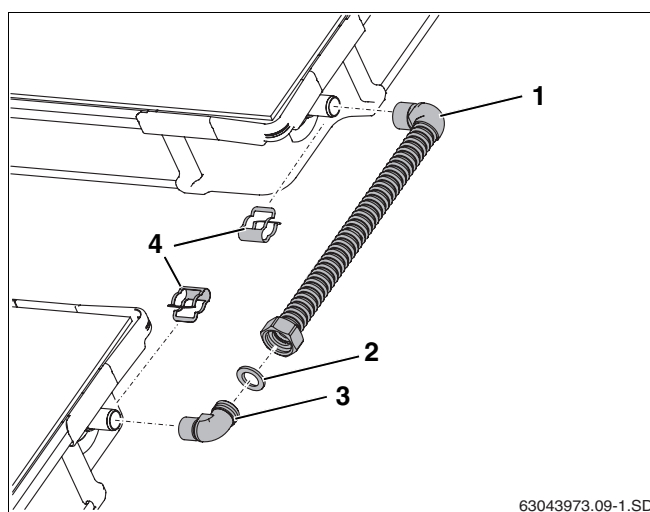

Fig. 39 Juego de conexión entre dos filas de colectores
- ▶ Coloque la junta (fig. 39, **pos. 2**).
- ▶ Coloque, oriente y enrosque el codo (fig. 39, **pos. 3**) en la tuerca de racor.
- ▶ Coloque el tubo de conexión (fig. 39, **pos. 1**) en las conexiones del colector y fíjelo con las abrazaderas (fig. 39, **pos. 4**) incluidas en el juego de conexión.